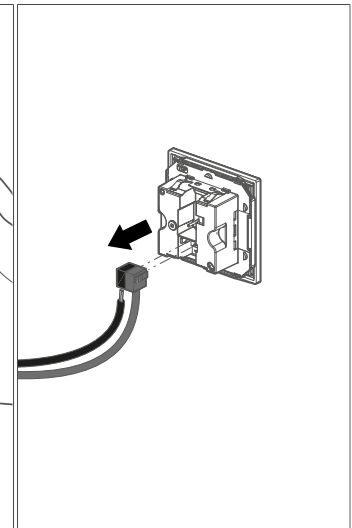

Bild 22: KNX-Busanschlussklemme abziehen
- 4 KNX-Busanschlussklemme vom Gerät abziehen (siehe Bild 22).